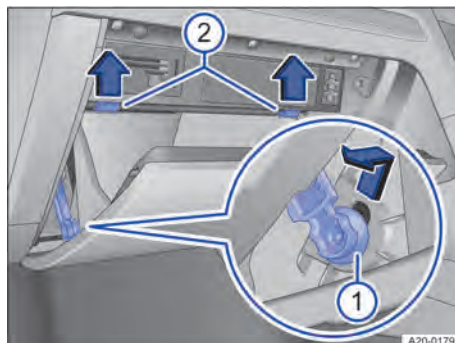

Fig. 180 Cache de la boîte à fusibles dans le tableau de bord : véhicules à direction à droite, côté passager (schéma de principe)
① Élément de freinage
② Ergot de butée
1. Ouvrez la boîte à gants et videz-la si nécessaire → fig. 180.
2. Poussez l'élément de freinage vers le haut dans l'ouverture du support et extrayez-le par le côté → fig. 180 ①.
3. Poussez l'ergot de butée vers le haut dans le sens de la flèche tout en continuant d'ouvrir le rangement → fig. 180 ②.
4. Pour la repose, positionnez le rangement. Insérez l'élément de freinage dans l'ouverture du support et enfoncez-le vers le bas jusqu'à ce qu'il s'encliquette. Poussez le rangement avec précaution vers l'avant au-delà du point de résistance des ergots de butée → fig. 180 ②.